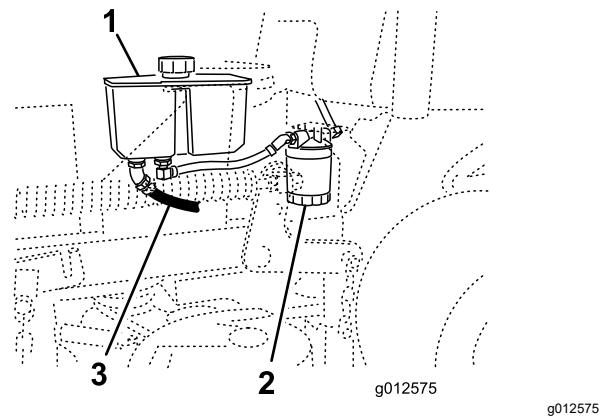

Figure 69
4. Trouvez le flexible hydraulique avant sous le réservoir hydraulique et placez un bac de vidange sous le réservoir (Figure 69).